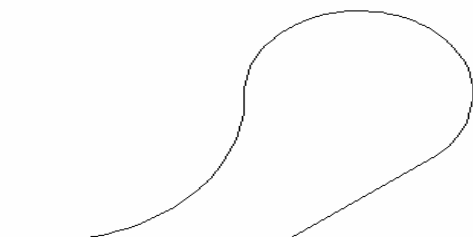

Рисунок 2.31 – Полилиния
**Полилиния** – это составной примитив из одного или нескольких связанных между собой прямолинейных и дуговых сегментов (рисунок 2.31). Полилиния обрабатывается как единое целое (например, при редактировании или удалении).